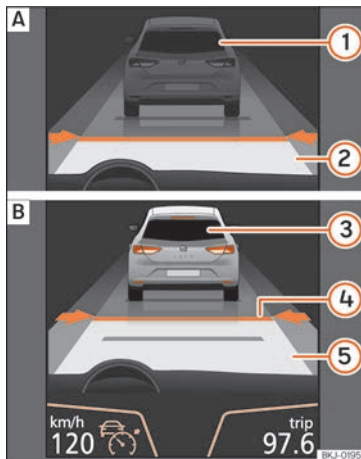
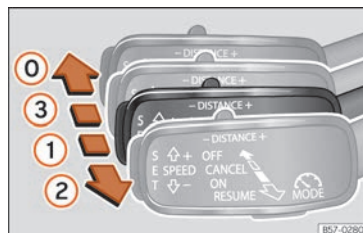
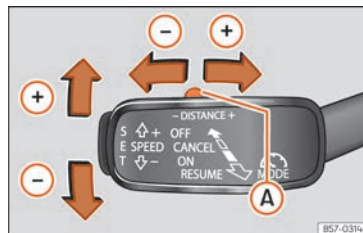

Fig. 236 En la pantalla del cuadro de instrumentos: (A) ACC inactivo (Standby). (B) ACC activo.
Fig. 238 A la izquierda de la columna de la dirección: tercera palanca para manejar el control adaptativo de velocidad.
Fig. 239 A la izquierda de la columna de la dirección: tercera palanca para manejar el control adaptativo de velocidad.
Indicaciones en la pantalla » » fig. 236:
Cuando el control adaptativo de velocidad (ACC) está conectado, en el cuadro de instrumentos se ilumina el testigo de control verde (🚦) y en la pantalla se muestra la velocidad programada y el estado del ACC » fig. 236.
se la tecla **SET** » fig. 239. En caso de que se desee incrementar o disminuir la velocidad en intervalos de 1 km/h (0,6 mph), desplace la palanca hacia la posición ② » fig. 238 o pulse la tecla **SET** respectivamente.
La velocidad programada puede modificarse con el vehículo detenido o durante la conducción según se desee. Cualquier modificación en la velocidad programada se visualizará en la parte inferior izquierda de la pantalla del cuadro de instrumentos » fig. 236.
Para aumentar o reducir el nivel de distancia pulse la tecla basculante hacia la derecha/izquierda » fig. 239 (A).
- Para activar el ACC, con la tercera palanca situada en la posición ① se debe pulsar la tecla **SET** o se debe desplazar la tercera palanca del ACC hasta la posición ② » fig. 238. En ese momento la imagen del ACC en la pantalla del cuadro de instrumentos pasará a modo Activo » fig. 236.
Para desconectar el ACC desplace la palanca a la posición ③ » fig. 238 (encastrada). En ese momento aparece el texto **ACC desactivado** y la función queda completamente desactivada.
Si no se desea desconectar el ACC sino pasarlo de forma temporal a modo inactivo (Standby), desplace la tercera palanca a la posición ③ » fig. 238 o pise el pedal del freno.